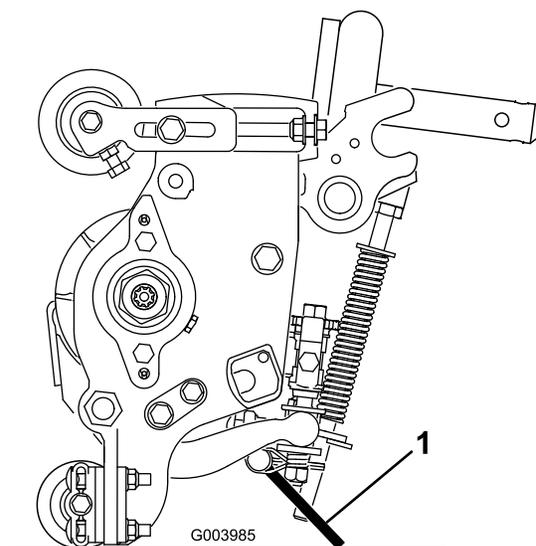

**Bild 30**
- 6. Wiederholen Sie die Schritte an den restlichen vier Schottstellen, wie in Bild 27 bis Bild 30 abgebildet.